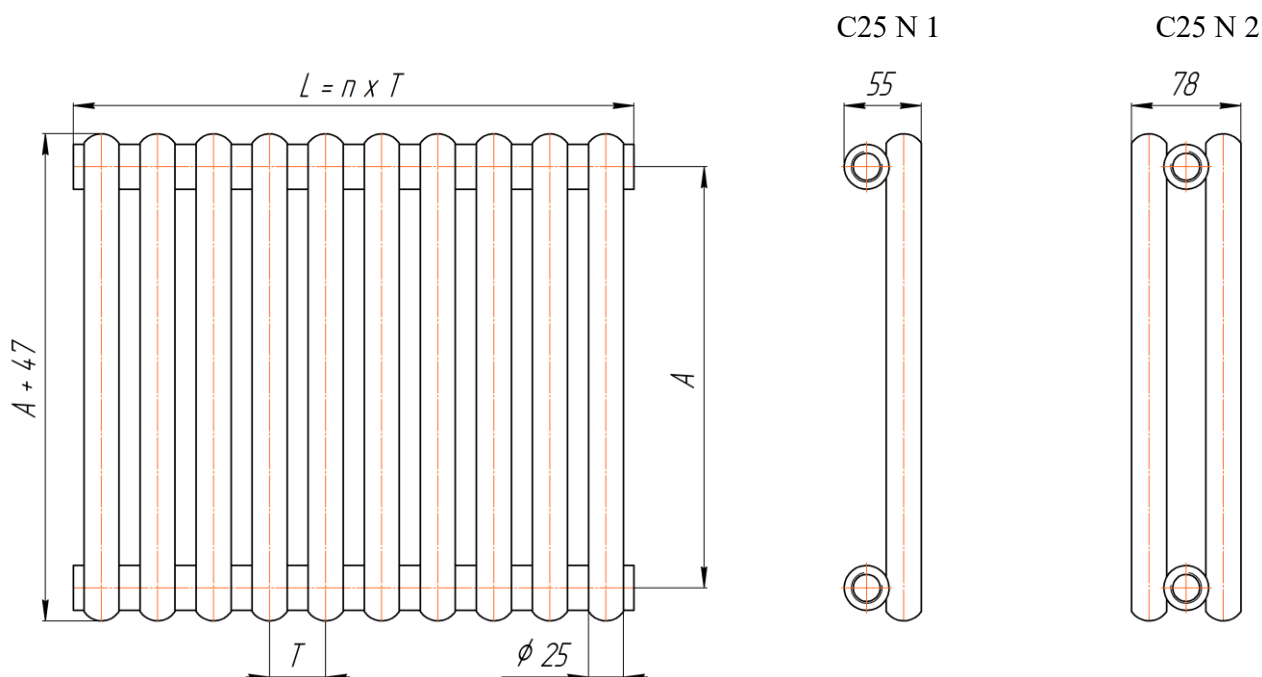

Рис.1 T – шаг (T = 35 мм), n – количество секций.
2.1. Основные размеры и параметры радиаторов приведены на рис.1 и в таблице.